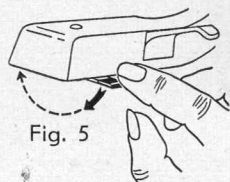

Fig. 5
- 2.15 Choisir l'aiguille à l'aide du levier localisé sur la cartouche comme suit: pour tous disques stéréophoniques et à microsillons "16, 33, 45" (face rouge vers le haut); pour tous disques ordinaires "78" (face verte vers le haut) (Fig. 5).
- 2.15 Colocar la aguja de exploración con ayuda de la palanca, que se encuentra en el sistema fonocaptor, en la posición adecuada, es decir para todos los discos con grabación en microsurcos y estereofónica en 16, 33, 45 (lado rojo hacia arriba) y para todos los discos de grabación en surco normal en 78 (lado verde hacia arriba) (Fig. 5).
- 2.15 Abtaststift einstellen mit Hebel am Abtastsystem für alle Mikro- und Stereorillen-Platten auf 16, 33, 45 (rote Seite nach oben) und für alle Normalrillen-Platten auf 78 (grüne Seite nach oben) (Fig. 5).
- 2.15 Set stylus with lever on cartridge for all micro- and stereo-groove records on 16, 33, 45 (red side upwards) and for all standard-groove records on 78 (green side upwards) (Fig. 5).